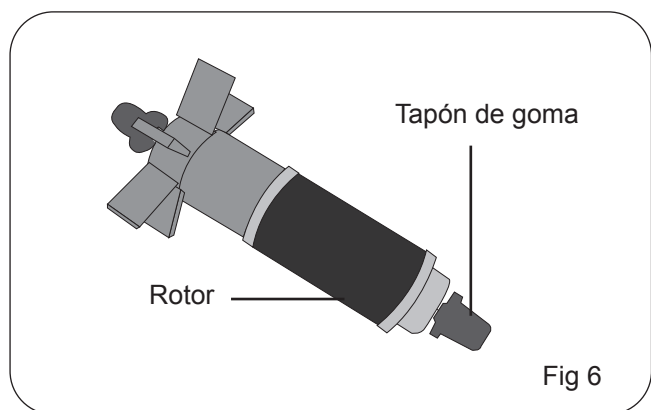

Fig 6
17. Retire a tampa de plástico existente na ponta do eixo do rotor e passe água por dentro do buraco existente no meio. Limpe os detritos que se possam ter acumulado no eixo do rotor e os limos que se tenham depositado no rotor. Fig. 6